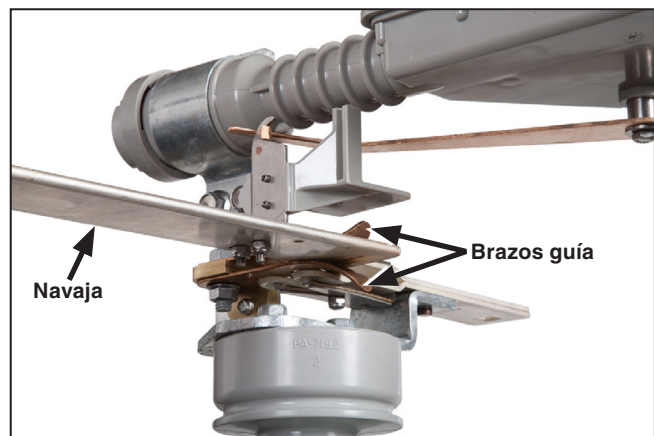

Figura 27. Durante el cierre, asegúrese que la navaja entre en los brazos guía por el centro.
- (b) La navaja se debe acercar hacia los brazos guía del contacto de la mordaza por el centro. Ver Figura 27.